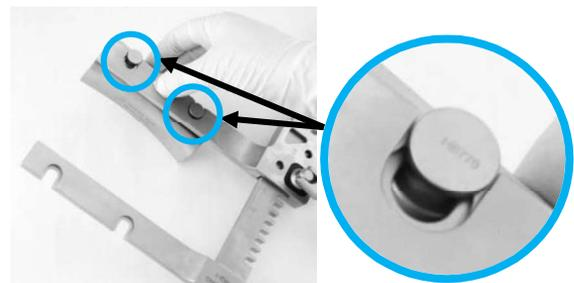

Abb. 2
Nach Maßgabe von OP-Zweck und verfügbarem Montageraum können die Blätter entweder vor (Abb. 2) oder auch nach (Abb. 3) dem Einbringen in den Sternum-Sägespalt mit dem Spreizerahmen verbunden werden.
- 1 Durch Einschieben der zylindrischen Zapfen in die beiden Bohrungen der Spreizerarme werden die Blätter zuerst mit dem Spreizerrahmen verbunden und anschließend in den Sägeschnitt eingefügt (Abb. 2).